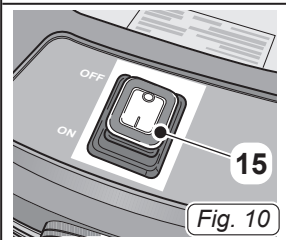

Fig. 10
- Den Schalter (15 Abb. 10) auf „ON“ bringen; der Schalter leuchtet.